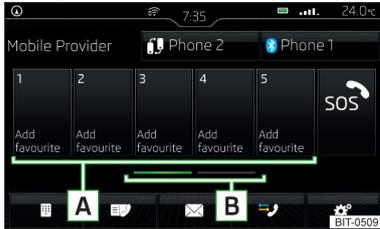
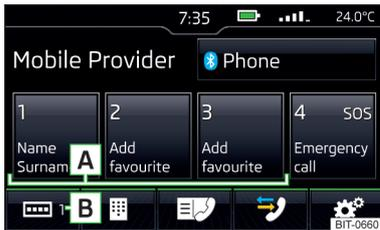

Abb. 186
Abb. 187
- › Im Hauptmenü *Telefon* die gewünschte freie Funktionsfläche **A** » Abb. 186 bzw. » Abb. 187 antippen.
- › Zum **Wechsel der Speichergruppe** die Funktionsfläche **B** » Abb. 186 bzw. » Abb. 187 antippen.
- › Zur **Wahl** die belegte Funktionsfläche **A** » Abb. 186 bzw. » Abb. 187 antippen.
- › Im Hauptmenü *Telefon* die gewünschte Funktionsfläche **A** » Abb. 186 bzw. » Abb. 187 halten.